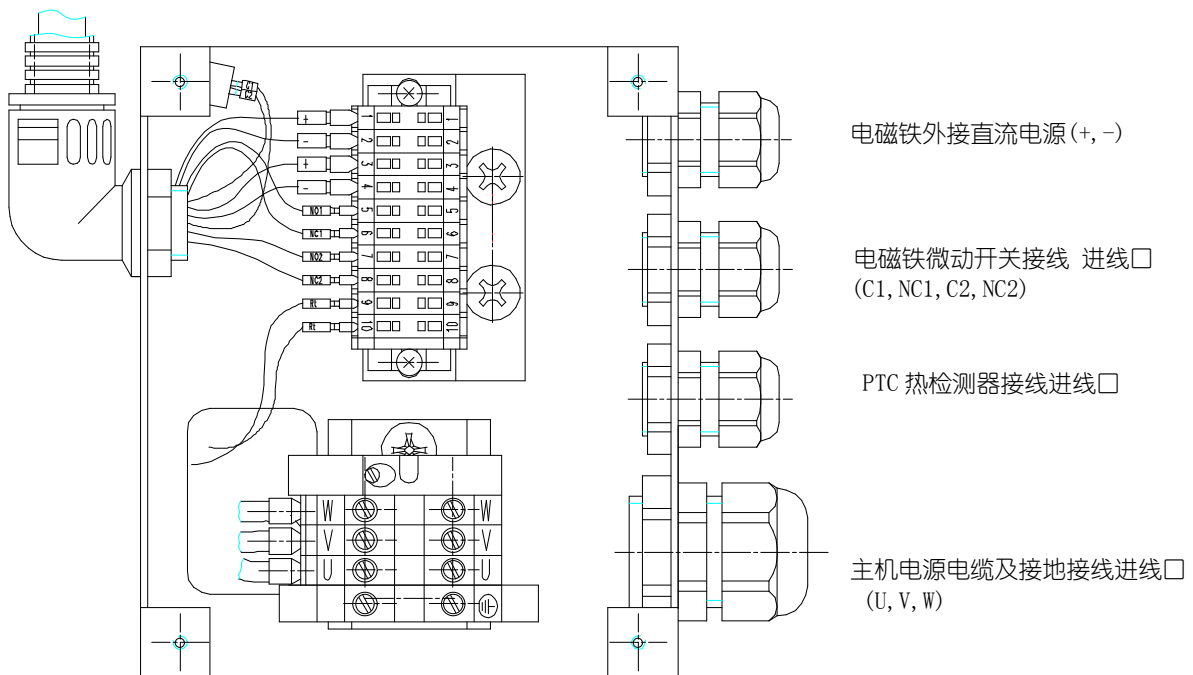

图3 主机接线盒的接线示意图
- 制动器电磁线圈和 2 个微动开关的接线端子在接线盒内，接线时应注意保持其内无灰尘、潮气和其它杂物（见图 3）。